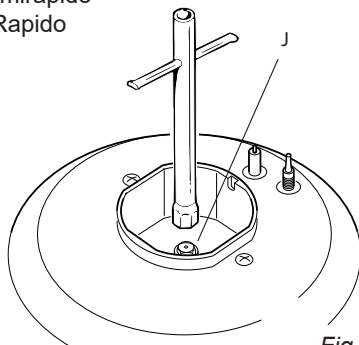

Fig. 2.2
- Con una chiave fissa sostituire gli ugelli "J" (fig. 2.2 - 2.3) con quelli idonei per il gas da utilizzare.